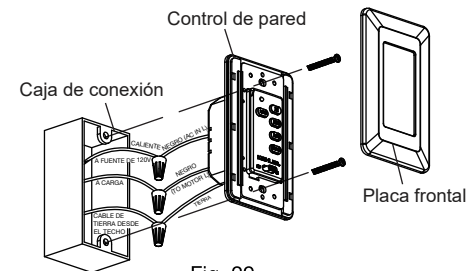

Fig. 29
**Paso 2.** Coloque el control de pared en la caja de conexión, conecte los cables con los conectores suministrados. (Fig. 29)
**Paso 3.** Asegure las conexiones de los cables y compruebe que no haya hilos o conexiones sueltas. Vuelva a colocar las conexiones de los cables dentro de la caja de conexión y asegure el control de pared a la caja de conexión con los tornillos suministrados. Ajuste la placa frontal al control de pared. (Fig. 29)